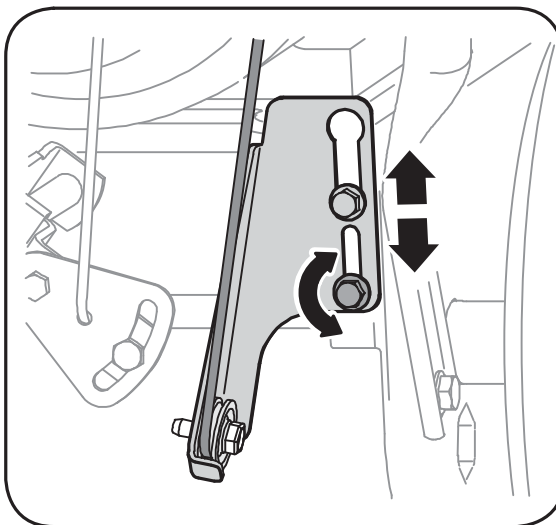

Figure 5-3
5. Desserrez le contre-écrou à six pans inférieur sur le support du câble de la transmission. Voir la Figure 5-3.
4. Si un réglage est nécessaire, desserrez l'écrou à six pans inférieur sur le support indexé du câble de transmission et relevez (ou abaissez) le support selon le besoin. Voir la Figure 5-3. Serrez l'écrou à six pans inférieur pour maintenir le support à la position correcte.